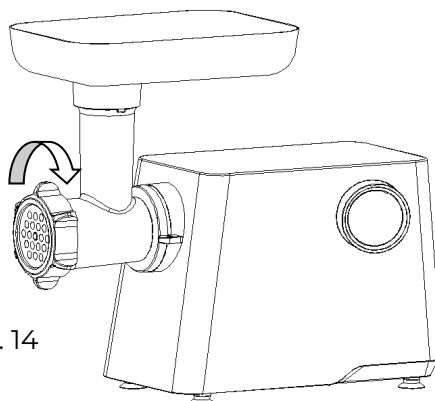

Abb. 14
- Drücken Sie die Verriegelungstaste nach oben in die entgegengesetzte Richtung und entnehmen Sie anschließend das Mahlrohr (Abb. 14).